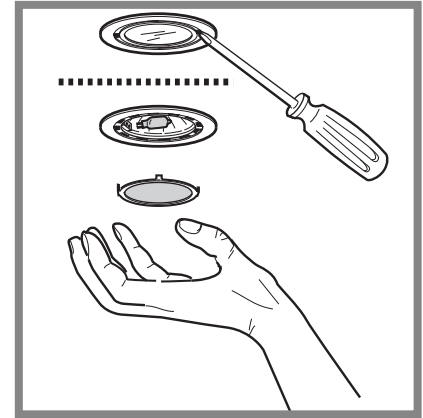

Fig. 5
- Pour enlever le plafonnier faire levier avec un petit tournevis à tête plate (Fig. 5).